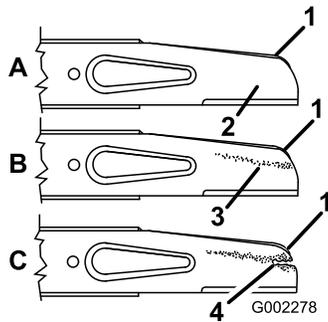

Bild 24
Einsatz des Rasenmähers prüfen. Wenn Sie einen Schlitz oder eine Abnutzung (Bild 24B und C Bild 24) feststellen, tauschen Sie das Messer aus, siehe Entfernen des Messers (Seite 26).
2. Nehmen Sie die Messerschraube, Sicherungsscheibe, den Beschleuniger und das Messer ab (Bild 24).